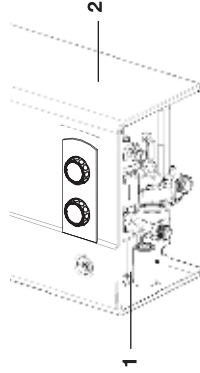

рис. 1
- Перед включением водонагревателя необходимо установить батарейку (рис. 1). Отсек батарейки (1) находится в нижней левой части водонагревателя. Для доступа к нему снимать кожух не нужно.